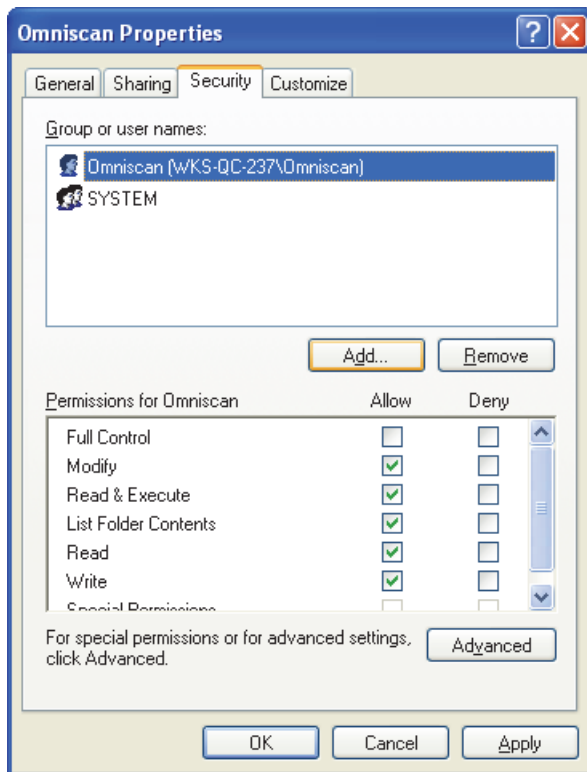

图 7-19 OmniScan 用户的安全权限
16. 返回到 **Omniscan Properties**（Omniscan 属性）对话框的 **Security**（安全）选项卡（参见第 187 页的图 7-19）：